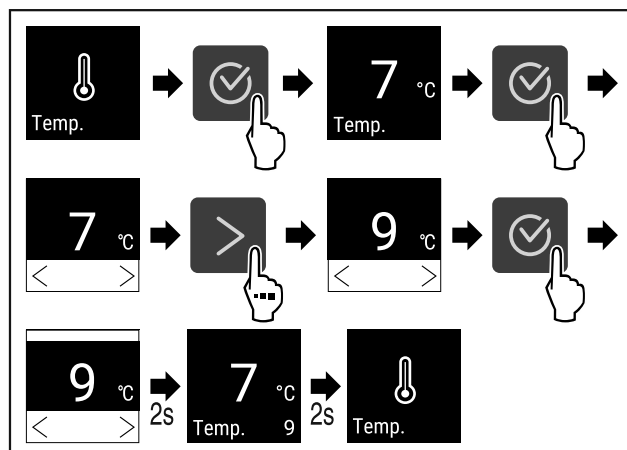

Fig. 67 Temperaturwechsel von 7°C auf 9°C
► Handlungsschritte (siehe Fig. 67) durchführen.